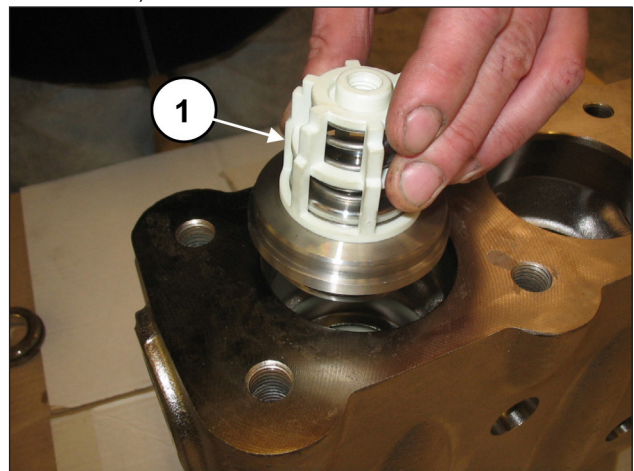
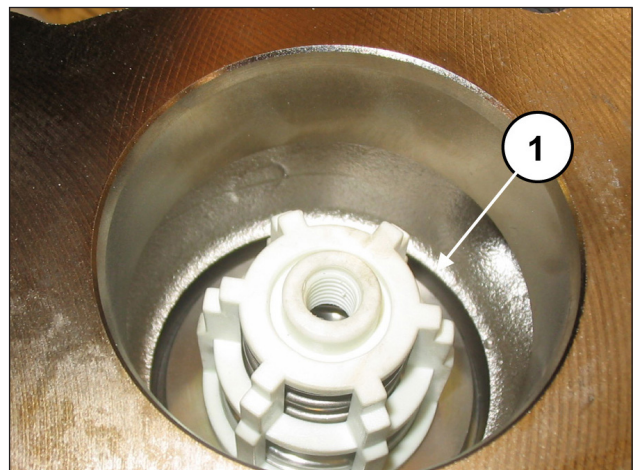

Abb. 97
Abb. 98
Setzen Sie die Druckventilgruppe ein (Pos. ①, Abb. 97). Die Ventilgruppe muss bündig eingesetzt sein und so erscheinen wie in Pos. ①, Abb. 98.